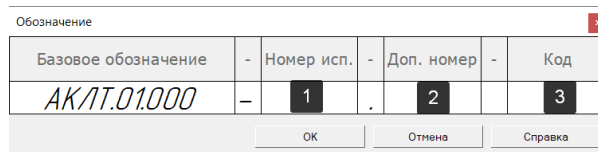

Рисунок 415 – Окно Обозначение
- В окне Обозначения отображается буквенно-цифровое обозначение, номер исполнения (1), дополнительный номер (2) и код документа (3) (Рисунок 415);
- Дважды кликнем в окно Код (3) (Рисунок 415);